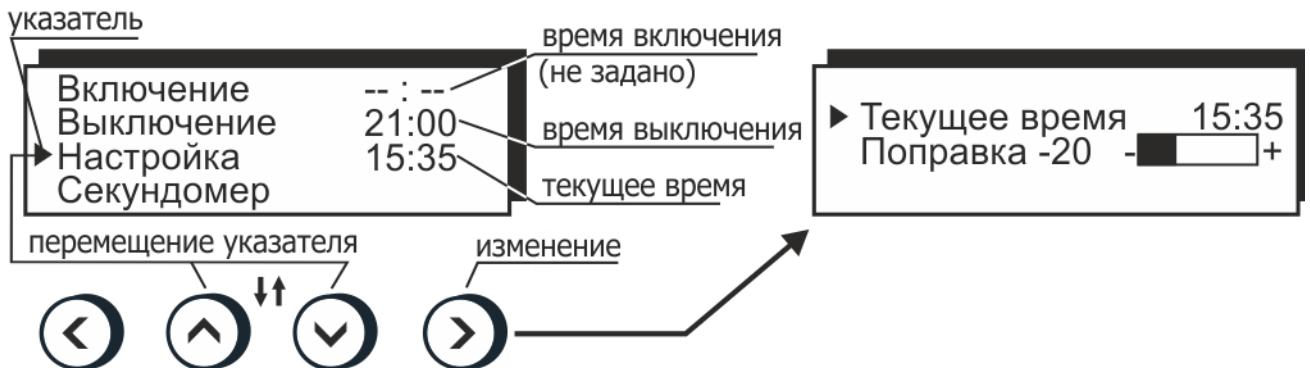

Рисунок 10 — Управление встроенными часами
- нажатиями кнопок ( $\blacktriangle$ ) и ( $\blacktriangledown$ ) установить указатель против нужного времени: включения или выключения (рисунок 10);
- нажатиями кнопок ( ▲ ) и ( ▼ ) установить указатель против пункта “Секундомер” (рисунок 10);